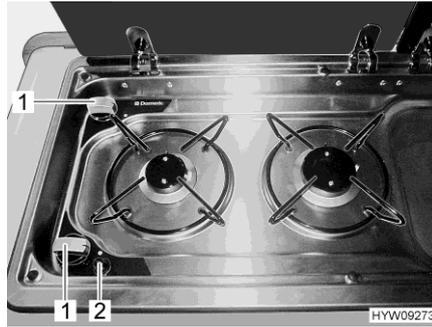

Fig. 82 Fornello a gas
- Ruotare il pomello girevole (Fig. 82,1) dell'impianto a fiamma libera desiderato in posizione accesa (fiamma alta).
- Premere il pulsante a pressione (Fig. 82,2). Sul bruciatore viene generata una scintilla di accensione. Se necessario, premere ripetutamente il pulsante a pressione.